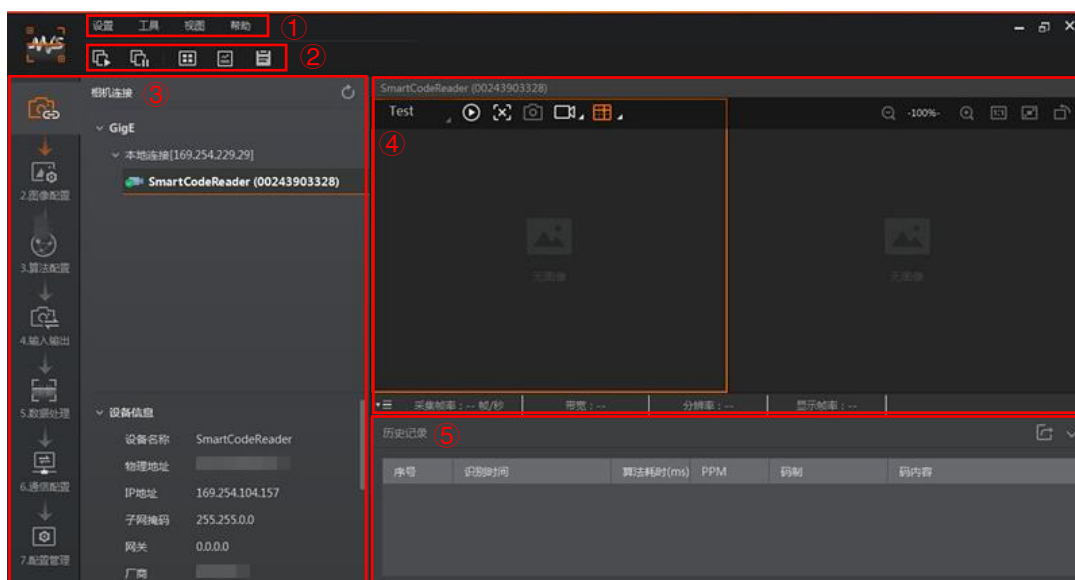

图2-7 IDMVS 主界面
2. 连接设备后，客户端主界面如图 2-7 所示，各功能模块的介绍详见表 2-1。